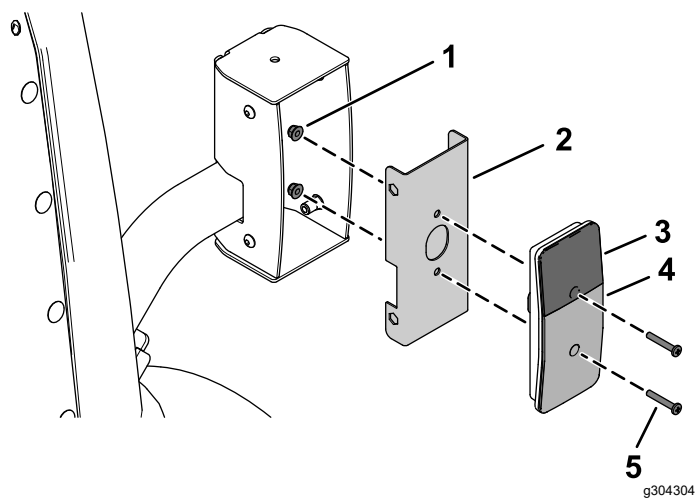
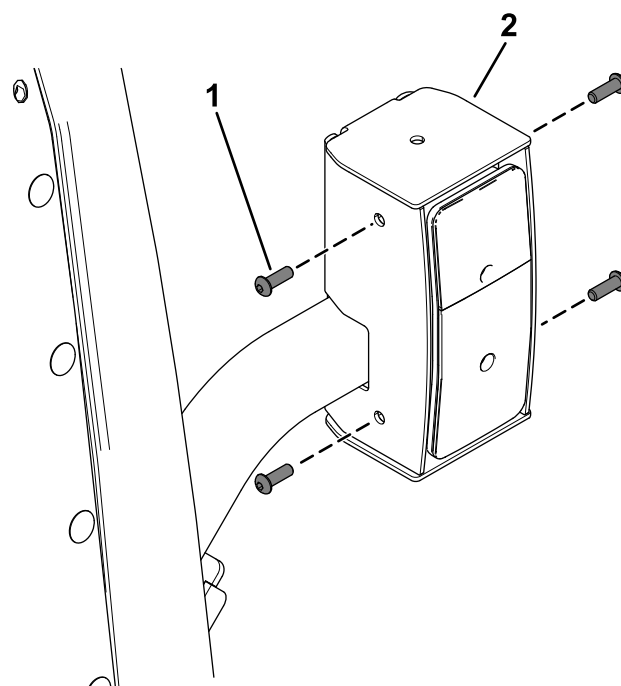

Figure 28
Figure 29
6. Fixez les feux arrière sur les supports intérieurs à l'aide de 4 vis à tête tronconique (n° 10 x 1¼ po) et 4 écrous à embase (n° 10), comme montré à la Figure 28.
9. Fixez les feux arrière sur leurs boîtiers à l'aide de 8 boulons à tête ronde (1/4 x 3/4 po), comme montré à la Figure 29.
Veillez à monter les feux arrière avec le verre jaune en haut (Figure 28 et Figure 29).